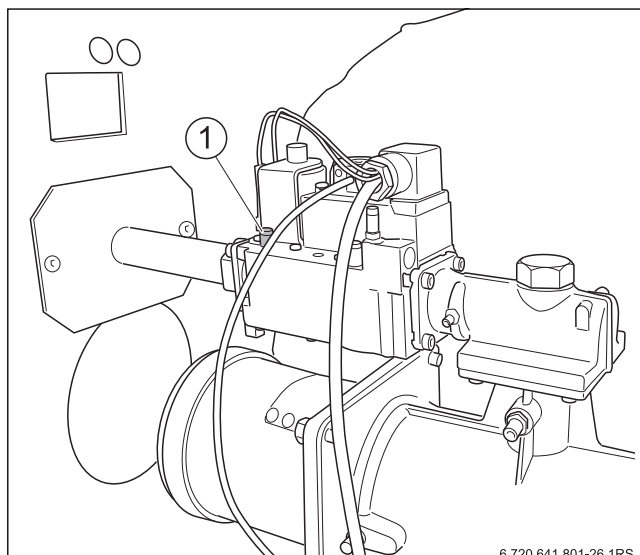

Рис. 44 Измерение подаваемого давления газа на котлах мощностью 90/120 кВт
- ▶ Отверните на 2 оборота запорный винт штуцера, предназначенного для измерения подаваемого давления газа и выпуска воздуха (→ рис. 44, 45, 46 [1]).